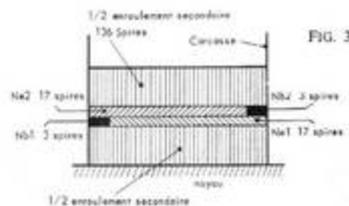

FIG. 3
- Afin d'éliminer les inductances de fuites du transformateur et réduire les surtensions dues à la coupure des transistors, les enroulements sont imbriqués selon la figure 3.